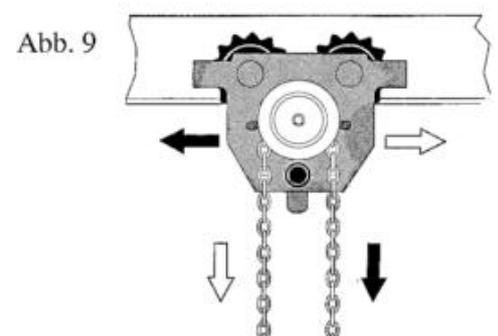

Abb. 9
- Haspelkatze** durch Ziehen an der Handkette in die gewünschte Richtung verfahren (Abb.9).